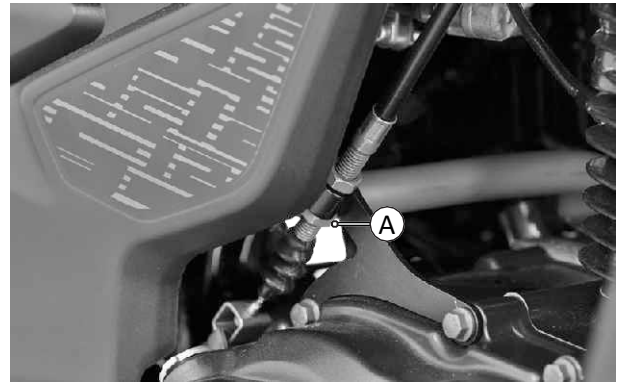

Fig. 2.5
- Afloje completamente la contratuerca del cable del clutch (A). (Fig. 2.5)